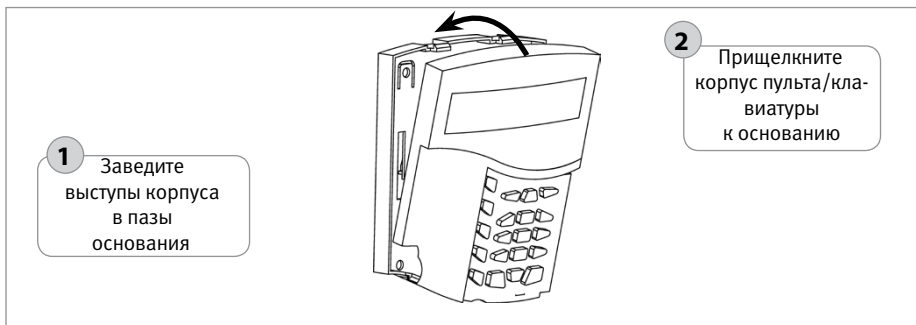
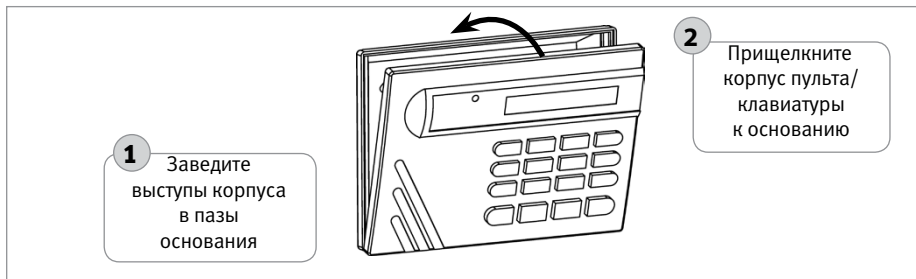
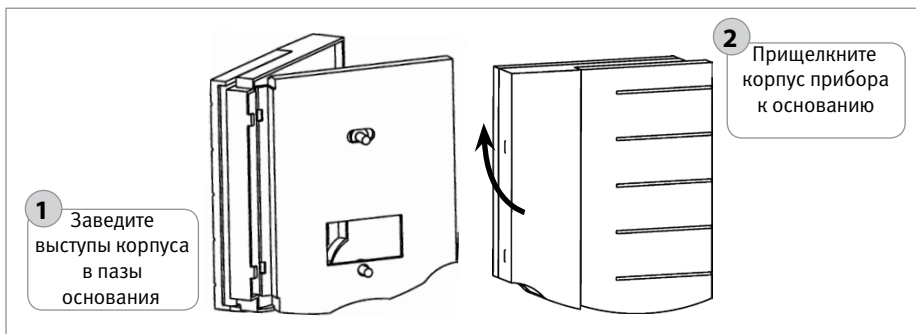

Рисунок 7. Установка корпуса пульта «С2000М»
Рисунок 8. Установка корпуса клавиатуры «С2000-К»
Рисунок 9. Установка корпуса пульта «С2000-КС»
8. Установите корпус пульта/клавиатуры на основание в последовательности, указанной на Рисунок 7, Рисунок 8 и Рисунок 9.